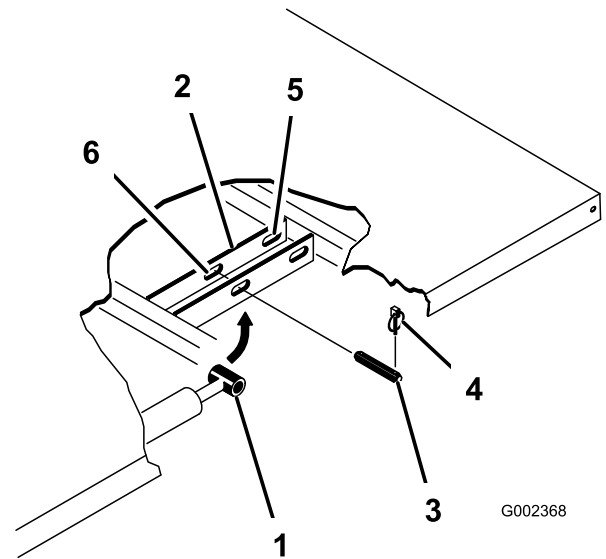

Bild 23
4. Nehmen Sie die Lastösenbolzen ab, mit denen die Enden der Zylinderstange an den Befestigungsplatten der Ladepritsche befestigt sind. Drücken Sie die Bolzen hierfür nach innen (Bild 23).
5. Nehmen Sie die Klappstecker und die Lastösenbolzen ab, mit denen die Schwenkhalterungen an den Rahmenkanälen befestigt sind (Bild 23).
3. Nehmen Sie die Klappstecker von den äußeren Enden der Lastösenbolzen der Zylinderstange (Bild 23) ab.